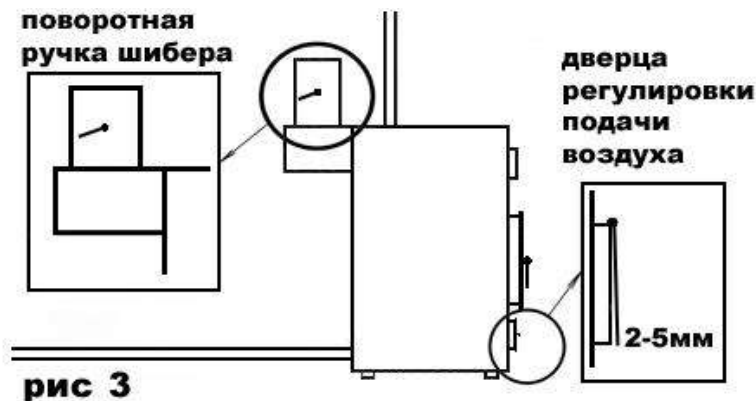

Рис. 3
9. – после того как воздух в отапливаемом помещении нагреется, прикройте дверцу регулировки подачи воздуха, оставив воздушный зазор примерно – 3-5мм (рис. 3), закройте на половину заслонку в дымоотводящем патрубке (если шибер шторный – то выдвинуть его до риски на шторке). Таким образом, будет обеспечена правильная работа котла и соответственно максимально эффективный, экономичный, комфортный режим работы, не требующий дополнительной регулировки, до тех пор, пока в топке не останется топлива менее десятой части от полной загрузки,
относительно вертикали (рис 1), буквально на 5-10 минут, пока не начнет тлеть вновь заложенное топливо (чем влажнее топливо - тем дольше), после чего необходимо вернуть дверцу регулировки подачи воздуха в положение 3-5мм зазора (рис. 3),